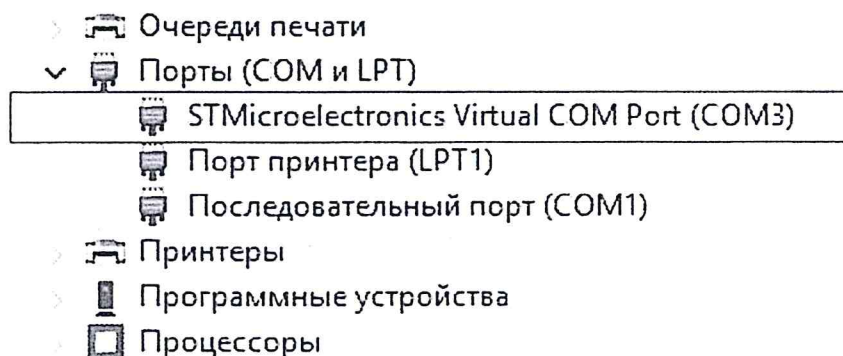

Рисунок 8 – Корректная установка драйвера виртуального СОМ-порта
– проверить корректность установки драйвера в окне «Управление компьютером» на вкладке «Диспетчер устройств» («Мой компьютер» → однократное нажатие ПКМ → «Управление» → «Диспетчер устройств»). В случае корректной установки драйвера подключенный БЦ будет отображаться в виде виртуального СОМ-порта в ветке «Порты (СОМ и LTP)» диспетчера устройств (рисунок 8);